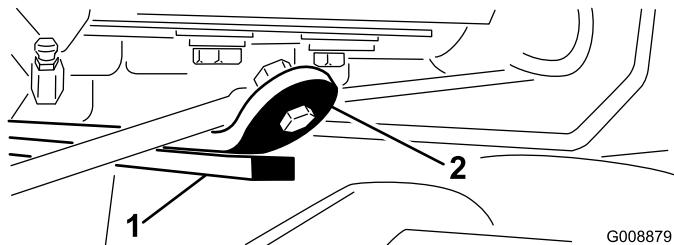

Bild 14
- 3. Starten Sie den Motor, heben die Mähwerke an und prüfen, ob der Abstand zwischen der Abnutzungsleiste an der Oberseite des hinteren Mähwerks und der Stoßstangenbefestigung zwischen 0,51 und 2,54 mm liegt (Bild 14).